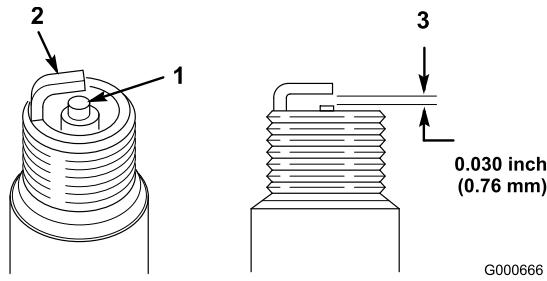

Figura 26
1. Mire la parte central de la bujía (Figura 26). Si se observa un color gris o marrón claro en el aislante, el motor está funcionando correctamente. Si el aislante
2. Compruebe la separación entre los electrodos central y lateral (Figura 26) y doble el electrodo lateral si la separación no es correcta.